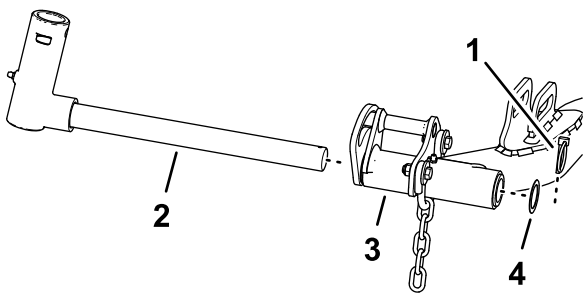

Figura 27
1. Retire el pasador de seguridad y la arandela que fijan el brazo giratorio al brazo de elevación, y retire el brazo giratorio del brazo de elevación (Figura 27).